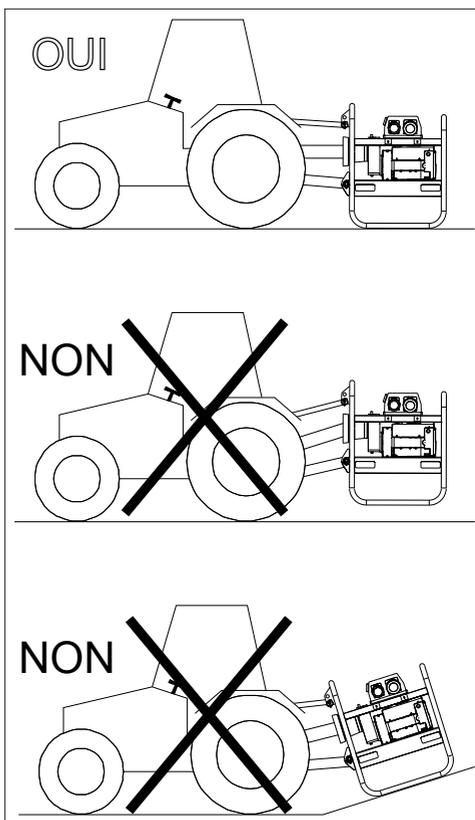

fig. 4a
2. Vérifier toujours que le groupe est parfaitement appuyé par terre, et correctement aligné : le fonctionnement du dispositif est strictement interdit si cette condition fondamentale n'est pas satisfaite (fig.4a). Fonctionner avec les angles des articulations qui sont égaux et modérés (max 15°).